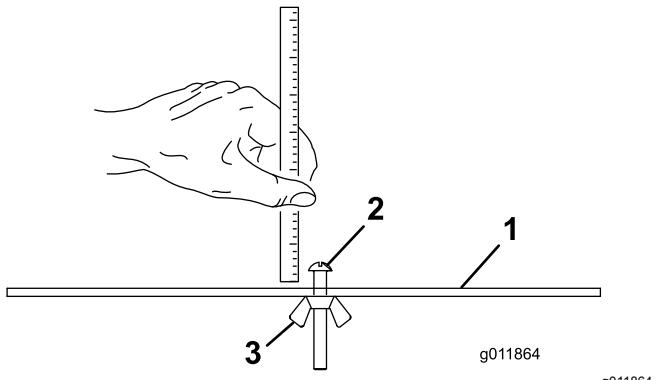

図 17
2. ゲージバー図17のナットをゆるめ、調整ねじを希望の刈り高に合わせる